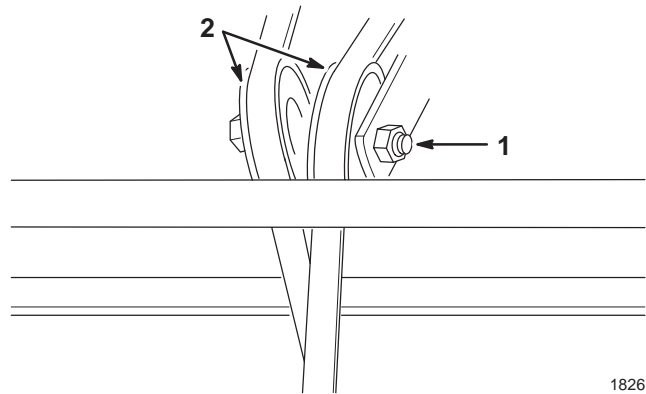

Bild 25
2. Lockern Sie die Mutter und schieben die Riemenscheibe so weit, dass sich die korrekte Spannung ergibt (Bild 25).
4. Schneiden Sie den alten Riemen durch und entfernen ihn (Bild 25).
5. Lösen Sie die Sechskantmuttern auf der Riemen spannscheibe (Bild 25).